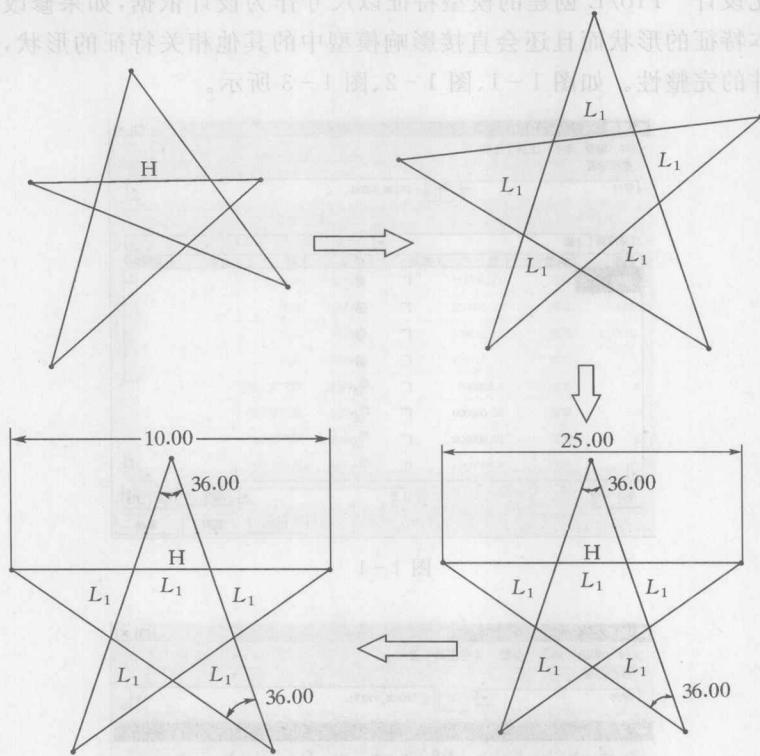

图 1-4
(2) 尺寸驱动 根据参数化设计思想,绘图时设计者可以只抓住图形的某些典型特征绘制图形,然后通过对图形添加约束条件或关系式规范其形状,再修改图形尺寸值,系统通过约束条件或关系式驱动相关尺寸值,即可获得理想图形。如图 1-4 所示。